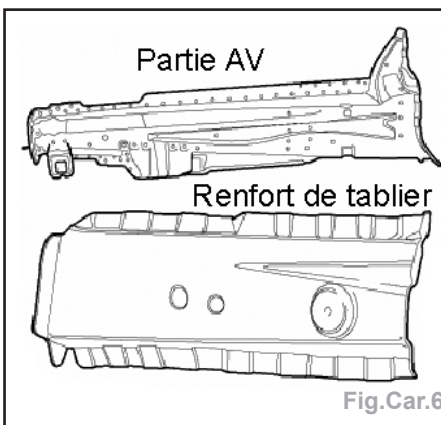

Fig.Car.6
- Partie avant de longeron et renfort de tablier d'auvent (Fig.Car.6).